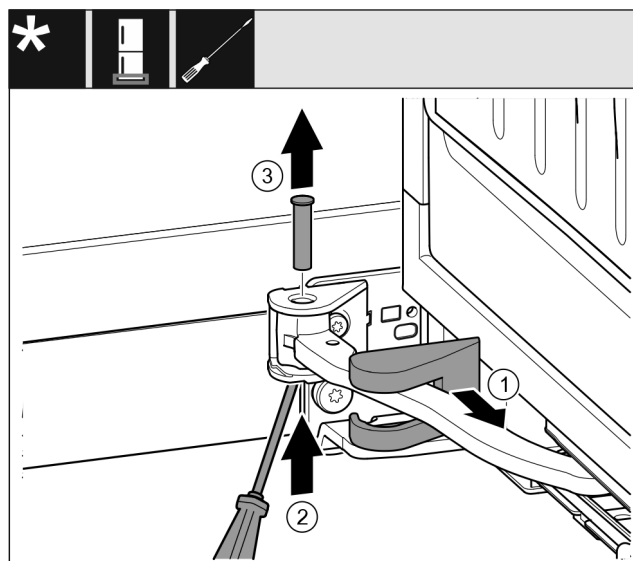

Fig. 15
- ▶ Snemite pokrov ležajnega podstavka Fig. 15 (1) in ga zamaknite vzdolž zgibnega dela.
- ▶ Sornik Fig. 15 (2) z izvijačem dvignite od spodaj.
- ▶ Sornike Fig. 15 (3) izvlecite ven od zgoraj.